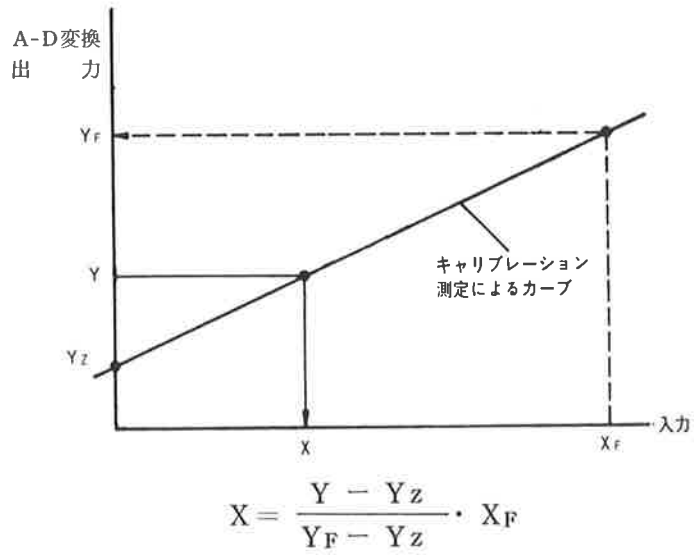

図 2-10 キャリブレーション測定による入力の補正法
**TR 2741**では、入力各レンジ毎に抵抗または電圧による基準値をもち、これを測定して、内蔵のマイクロ・プロセッサによってオフセット値と利得を補正計算する方法を採用しています。したがって、スキャン速度に影響を与えないで、フルスケール値とゼロ点の2点を自動的に校正することが可能となっています。〔図2-10〕を参照して下さい。